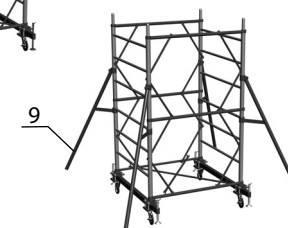

рис. 4
- Установить на лестницы стабилизаторы (9) (рис. 4).